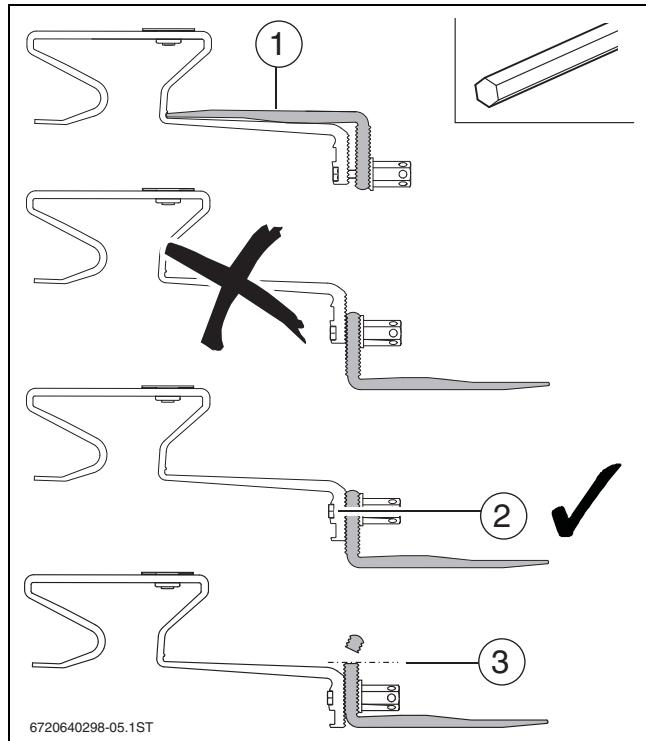

Fig. 24 Preparazione del gancio tirante di ancoraggio su travetto
- ▶ Infilare la parte inferiore del gancio da tetto nel foro superiore del gancio stesso. Non serrare ancora il dado (→ fig. 24).